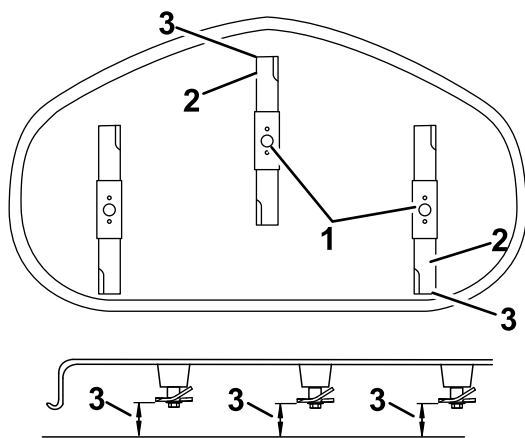

Figura 70
5. Măsurai între vârful lamei din față i suprafaa plană i între vârful lamei din spate i suprafaa plană (Figura 69 sau Figura 70).